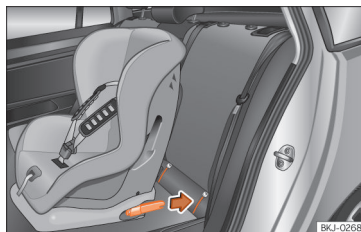

Fig. 25 Bancos traseiros: colocação da cadeira de criança com sistema ISOFIX.
- Engate a cadeira de criança nas argolas de retenção «ISOFIX/iSize» até se ouvir o seu encaixe »» **Fig. 25.** Se a cadeira de criança dispuser de fixação Top Tether, encaixe-a no respetivo anel »» **Página 38.** Siga as instruções do fabricante.